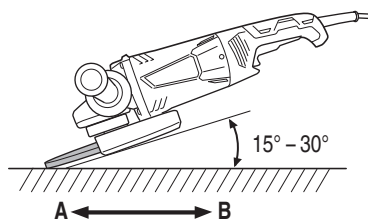

Fig. 4
- Utiliser un angle de meulage correct. Meuler seulement avec le rebord de la meule en soulevant la meuleuse à disque de 15° à 30°, comme montré sur la Fig. 4.
Lors de l'utilisation d'une nouvelle meule à dépression centrale dans la direction A (Fig. 4), le rebord de la meule risque de couper la pièce à usiner. Dans ce cas meuler dans la direction B (Fig. 4).